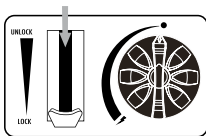
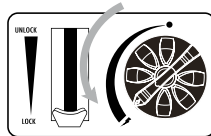

fig. 3
fig. 4
3. Tryk patronhåndtaget (6) nedad (fig.3), og luk patronlåget.
4. Hvis du hører en "hvæsende" lyd, er patronen ikke sat korrekt i. Forsøg ikke at tænde for apparatet, men flyt håndtaget (6) til positionen "Lås op", og gentag trin (1-4).
5. Drej knappen (8) helt til tændingspositionen, indtil den klikker (fig.4). Hold tændings- og kontrolknappen i denne position i et par sekunder for at prime flammebeskyttelsestermoelementet. Gentag denne handling, indtil brænderen tændes.